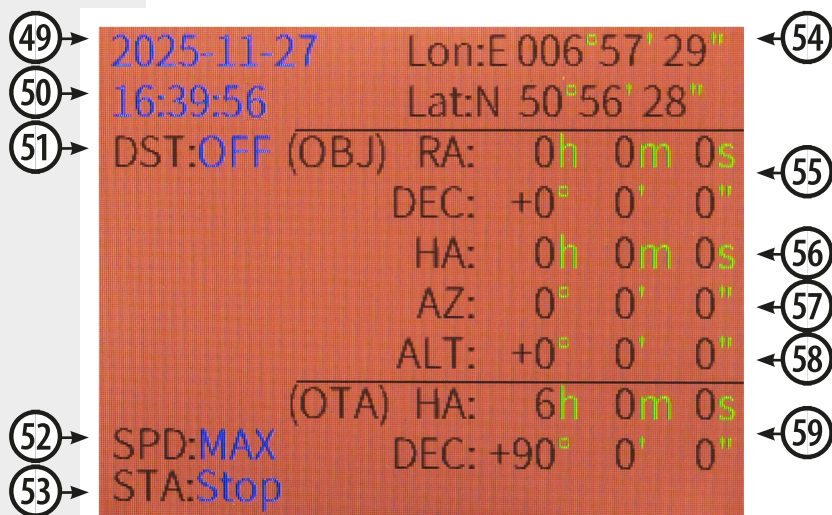

Fig. 22: Visualizzazione del display della pulsantiera
11.2. VISUALIZZAZIONE DEL DISPLAY (FIG. 22)
- (49) Data
- (50) Ora
- (51) Ora legale attiva/disattiva
- (52) Velocità di inseguimento
- (53) Inseguimento attivo/disattivo
- (54) Coordinate del luogo
- (55) Coordinate dell'oggetto
- (56) Angolo orario
- (57) Coordinate di azimut
- (58) Coordinate di altitudine